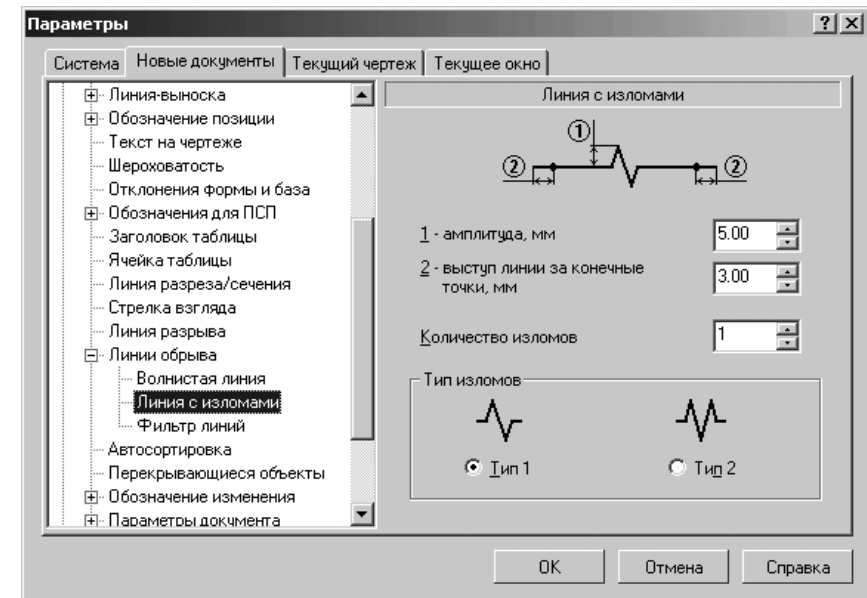

Рис. 10.72. Диалоговое окно **Параметры** с открытой вкладкой **Новые документы** и панелью **Линия с изломами**
- щелкните в списке настраиваемых элементов  **Линия обрыва** по пункту **Линия с изломом**. В правой части появится панель **Линия с изломом**, показанная на рис. 10.72;